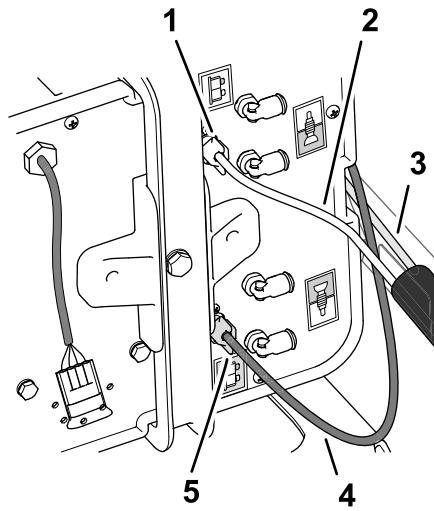

图 5
3. 从盖子接头到带白色压紧螺母的压缩机侧接头布置透明管子92cm的自由端图4和图5。
4. 卸下白色压紧螺母图5并将其安装到透明管子92cm上。
5. 将透明管子和白色压紧螺母安装到压缩机侧面的接头然后用手拧紧白色压紧螺母图5。
6. 从压缩机侧面的接头卸下蓝色压紧螺母图5。
7. 将蓝色压紧螺母安装到泡沫浓稠度控制管4.9m的蓝色管子图5。
8. 将蓝色管子和蓝色压紧螺母安装到压缩机侧面的接头然后用手拧紧蓝色压紧螺母图5。